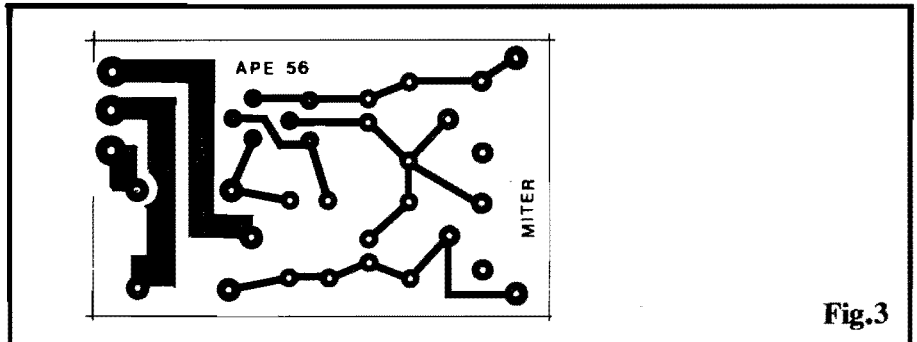

Fig.3
- **FIG. 3 - LAY OUT DO CIRCUITO IMPRESSO ESPECÍFICO** - Propositamente (como se trata de uma aplicação nitidamente "industrial"...), evitamos "excesso de miniaturização", de forma a enfatizar a robustez e a facilidade de eventual manutenção ou adaptação... Não faria nenhum sentido, para as funções pretendidas, uma montagem super-hiper-miniaturizada, para ser instalada junto a um maquinário do tamanho de um carro, e pesando centenas de quilos... De todo modo, nem por isso "leiautamos" o padrão de ilhas e pistas de forma exageradamente ampla, procurando uma compactação que atende apenas à praticidade e a uma certa "elegância" de instalação... A figura, em escala 1:1 (tamanho natural) mostra, em negro, as áreas cobreadas, devendo o Leitor observar que as pistas necessárias aos caminhos de alta Corrente (entre os contatos de utilização do relê incorporado, e os terminais de Saida do MITER...) são obrigatoriamente mais "taludas", justamente devido ao regime de Potência relativamente "bravo"